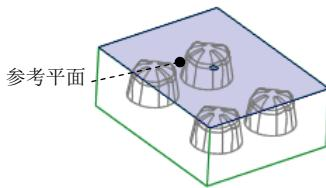
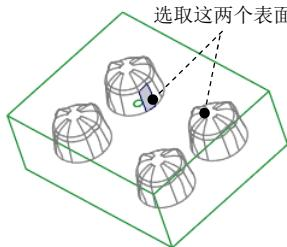

图 28.19 定义草绘平面
图 28.21 选取拉伸特征的终止面
Step2. 创建拉伸特征。右击，从快捷菜单中选择 **定义内部草绘...** 命令。草绘平面为 ADTM4，草绘平面的参考平面为图 28.19 所示的坯料表面，草绘平面的参考方位为 **上**。单击 **草绘** 按钮，至此系统进入截面草绘环境；绘制图 28.20 所示的截面草图。完成特征截面后，单击“草绘”操控板中的“确定”按钮 ；在操控板中单击 **选项** 按钮，在系统弹出的界面中选取双侧的深度选项均为 **到选定项**，然后选取图 28.21 所示的参考零件的表面为左、右拉伸特征的终止面；单击操控板中的 按钮，完成特征的创建。